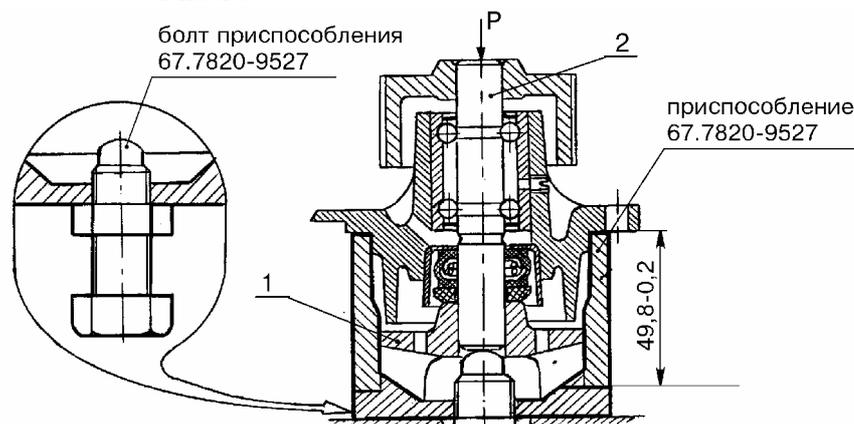

Рис.17.
- напрессовать крыльчатку 1, рис.17, на валик 2 насоса. Размер 49,8-0,2 мм обеспечивается технологически приспособлением (приспособление 67.7820-9527, пресс типа 2135 ГАРО).